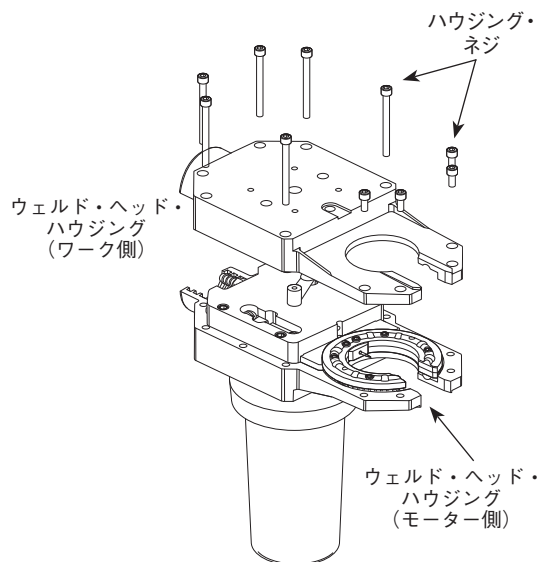

図 32：ワーク側ウェルド・ヘッド・ハウジングを取り外す
5. ハウジングからウェルド・ヘッド・ハウジング・ネジを取り外します。軽く揺り動かすようにして、ワーク側ウェルド・ヘッド・ハウジングをモーター側ハウジングから外します。図 32 をご参照ください。
6. 内部部品が損傷しないよう注意しながらウェルド・ヘッド・ハウジングを外します。図 32 をご参照ください。